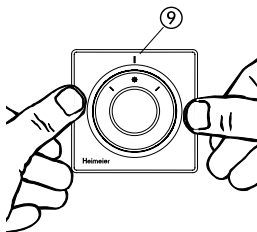

рис. 6
Для скрытого монтажа используйте подрозетник (10) Ø 60 мм и гофротрубу (11) Ø 23 мм. Закрепите основание термостатической головки в подрозетнике с помощью саморезов из его комплекта в точках 12 (рис. 6 и 7).